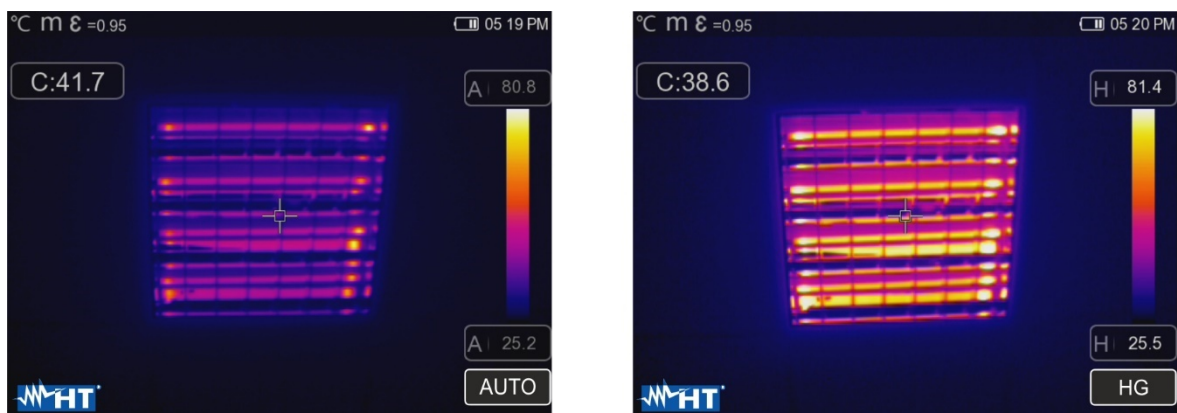

Fig. 46: Réglage des modes Automatique et Histogramme
- Mode **Histogramme (HG)** → les niveaux de température minimum et maximum de l'objet affiché sont toujours définis automatiquement, comme en mode Auto, par l'instrument, mais dans ce cas les zones de l'image où les valeurs de température sont très différentes de celles des zones adjacentes sont particulièrement mises en évidence. La relation entre la température et la couleur de la palette est **non linéaire** selon un algorithme d'histogramme. Ce mode met l'accent sur l'affichage des images dans des environnements de travail très sombres
1. Appuyez sur la touche  ou touchez l'icône « AUTO » dans la partie inférieure droite de l'écran. Les pages-écrans Fig. 46 montrent les sélections des modes « AUTO » et « HG »